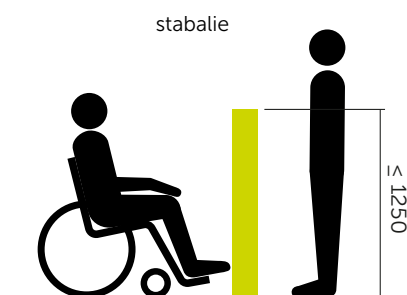

fig 32 Aan een stabalie is er visueel en mondeling contact.
- Stabalie: werkbladhoogte ≤ 1250 mm. (fig 32)